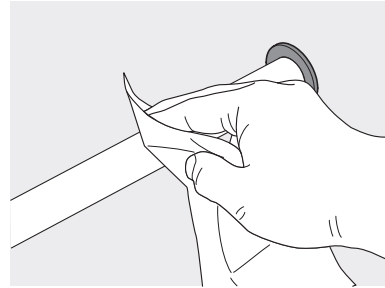

図16: お手入れ
2. 柔らかい乾いた布を使って、商品陳列用アタッチメントの汚れを丁寧に取り除きます(図16)。